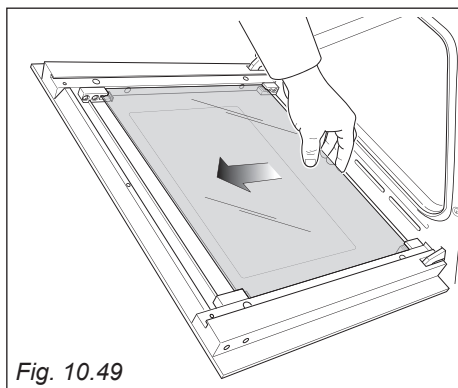

Fig. 10.49
- Sganciare il vetro intermedio dai morsetti inferiori spingendolo nel senso della freccia (fig. 10.49).